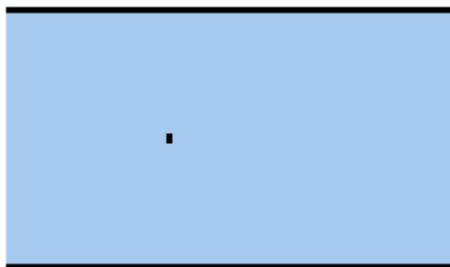
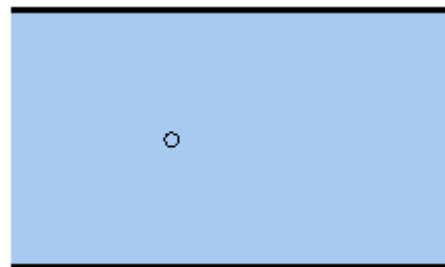

Fig. 3 移流現象
Fig. 4 拡散現象
- この2つの要因を別々に表したものが, Fig. 3とFig. 4です。